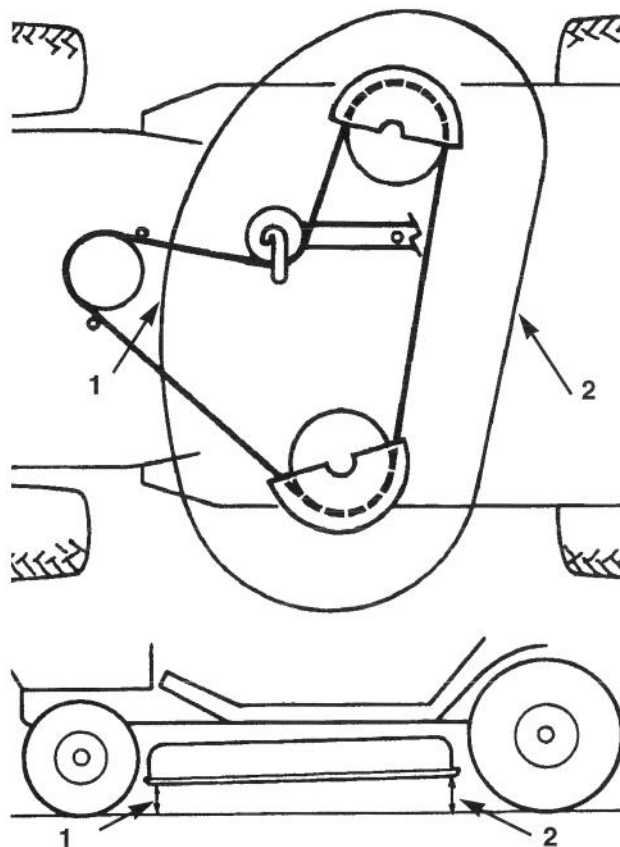

Figure 51
5. Contrôler l'inclinaison avant/arrière en mesurant la distance entre la base de la tondeuse (centre avant et centre arrière) et la surface plane (Fig. 51). Si l'avant de la tondeuse est plus bas de 15,875 mm que l'arrière, un réglage sera nécessaire; se reporter aux points 6, 7, 8 et 9.